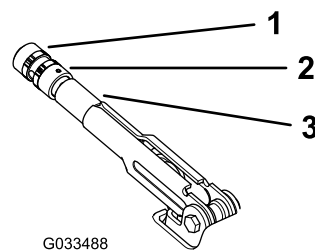

Figure 57
3. Tournez le bouton (Figure 57) jusqu'à ce qu'une force de 20 à 22 kg (45 à 50 lb) soit nécessaire pour actionner le levier.
4. Resserrez la vis pour terminer (Figure 57).
2. Desserrez la vis qui fixe le bouton sur le levier du frein de stationnement (Figure 57).